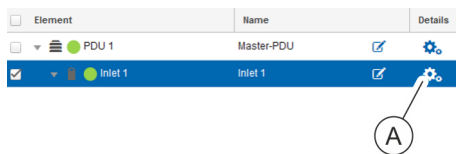

Abb. 111: Details des Elements "Inlet" aufrufen
3. In der Registerkarte "Status" die Details der betreffenden Zuleitung (Element "Inlet") aufrufen (Abb. 111/Ⓐ).